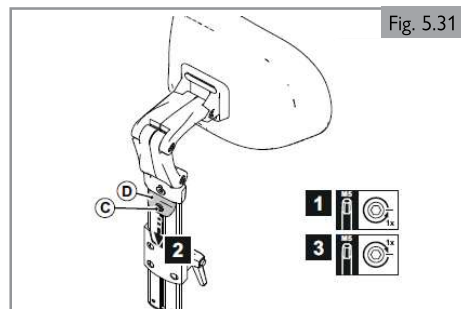

Fig. 5.31
**Configuración de memoria (Fig. 5.31)**
1. Afloje (C) una vuelta.
2. Deslice (D) lo más abajo posible.
3. Apriete (C).